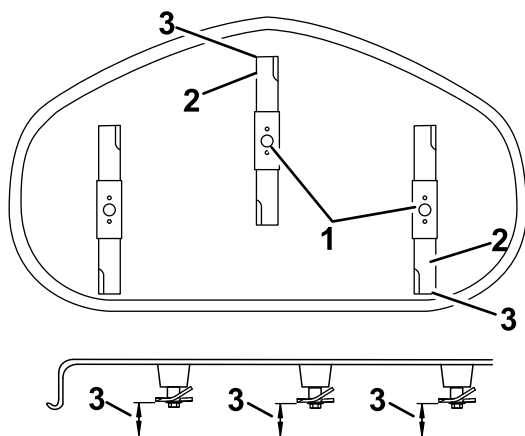

Figure 60
4. Faites pivoter les lames avec précaution pour faire passer les pointes avant à l'arrière (Figure 60).
5. Mesurez la distance entre la pointe de la lame avant et la pointe de la lame arrière par rapport à la surface plane (Figure 60).